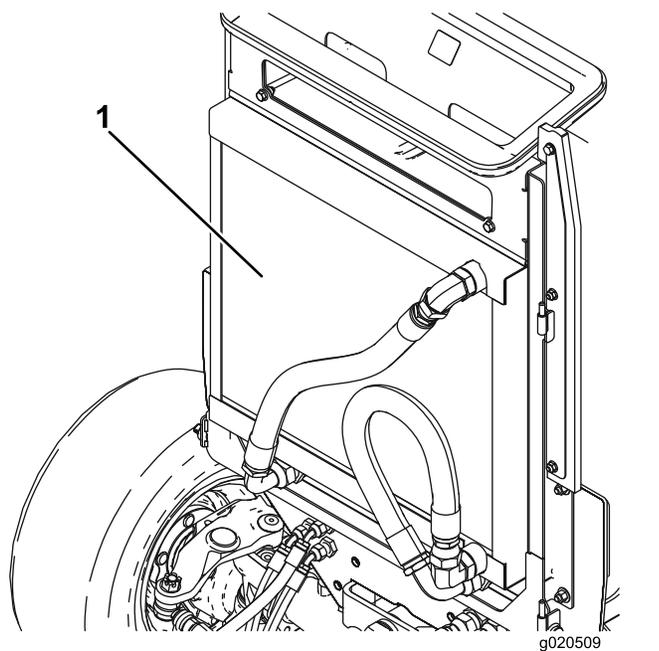

Figura 79
3. Limpe os dois lados do dispositivo de arrefecimento de óleo e o radiador (Figura 79) com ar comprimido. Comece a partir da parte frontal e sopre os detritos para fora na direção da parte posterior. Depois, limpe a partir da parte posterior e sopre na direção da parte frontal. Repita o procedimento várias vezes até remover toda a sujidade e detritos.